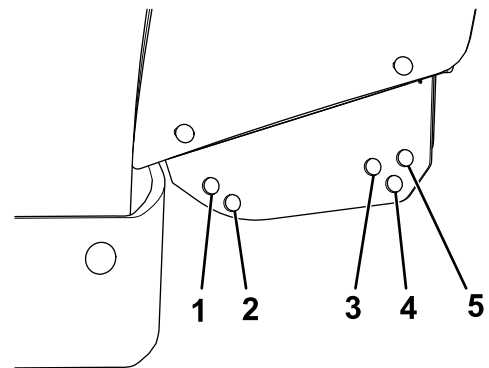

Bild 9
15. Bestimmen Sie mit Hilfe von Bild 9 und der folgenden Liste, welche Löcher am Pflugschild für die Montage der Schürfleiste verwendet werden sollen: